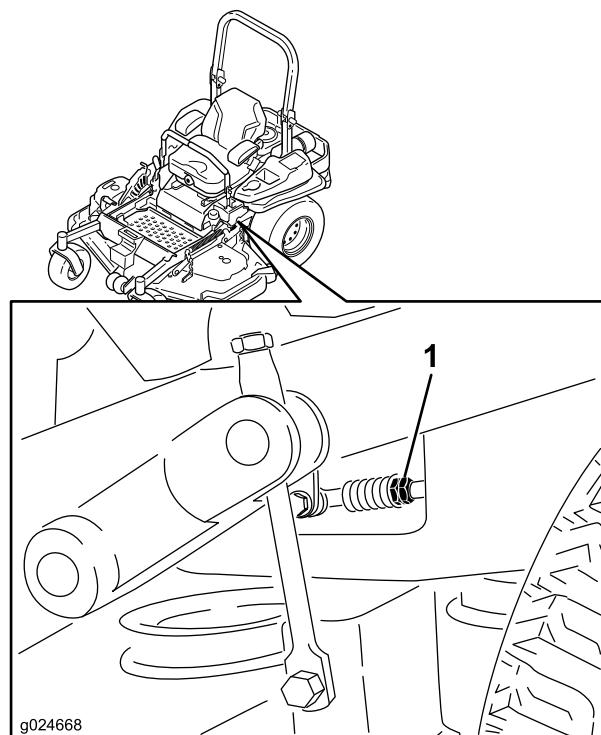

Figura 76
- Regolate la lunghezza dell'asta di controllo della pompa facendo girare nella direzione opportuna i due dadi sull'asta, finché le ruote si spostano leggermente indietro (Figura 76).